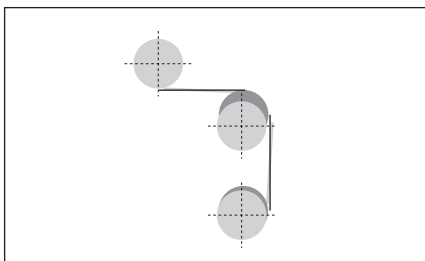

図7 絞り発生区間の修正前のズレ
③絞りが発生していた区間を計測結果に基づき修正をしたところ、絞りの発生はなくなり問題解消できた（図7）。